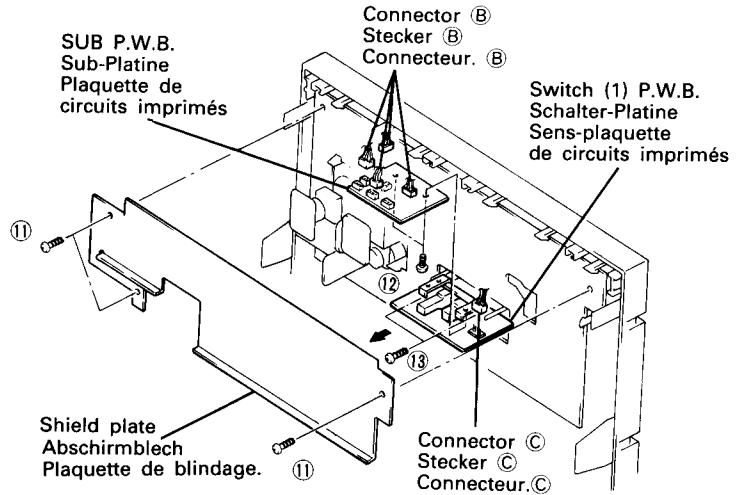

Fig. 8 Abb. 8
**8. Sub-Platine (Abb. 8)**
**9. Schalter-Platine (Abb. 8)**
**8. Sous-plaquette de circuits imprimés (Fig. 8)**
**9. Plaquette de circuits imprimés 1 (Fig. 8)**